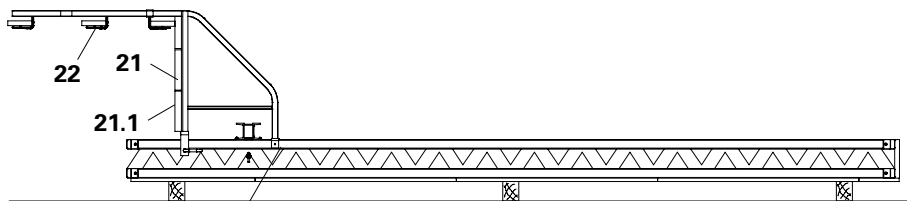
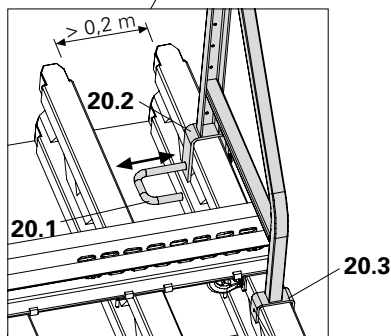

Fig. B2.02
Fig. B2.02a
2. Fissare il perno di bloccaggio e l'attacco di collegamento inferiore (20.3) con i chiodi. (Fig. B2.02a)
3. Fissare l'impalcato (21) su tutta la larghezza della mensola dal basso con Torx 6 x 40 (21.1).
4. Montare la protezione posteriore (22) inclusa la tavola fermapiède e, se necessario, la protezione anti caduta laterale. (Fig. B2.02)